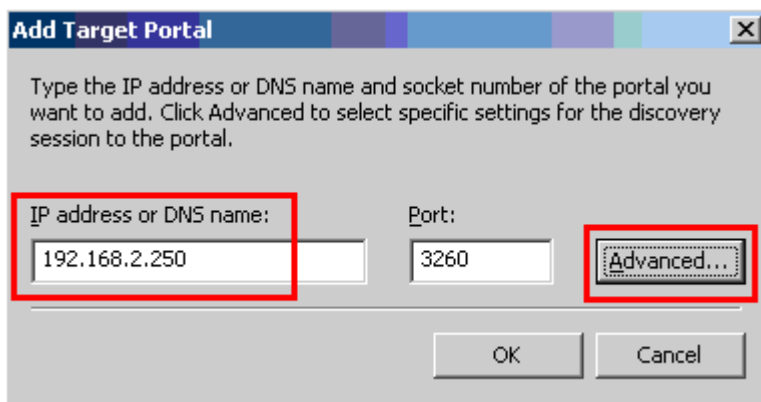

図 11-10. Add Target Portal (ターゲットポータルの追加) ダイアログボックス
5. Add Target Portal (ターゲットポータルの追加) ダイアログボックス (図 11-10 を参照) で、ターゲットの IP アドレスを入力して、**Advanced** (詳細設定) をクリックします。